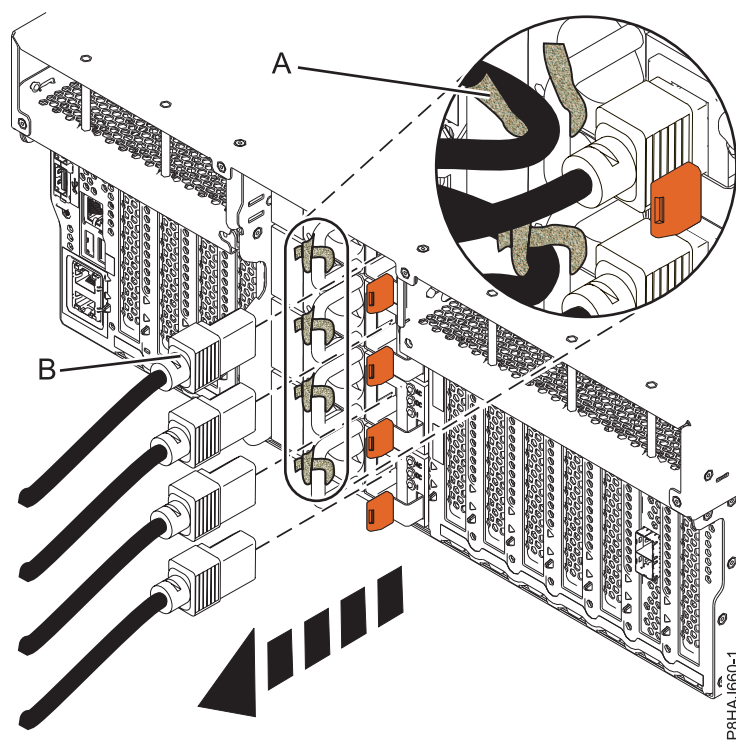
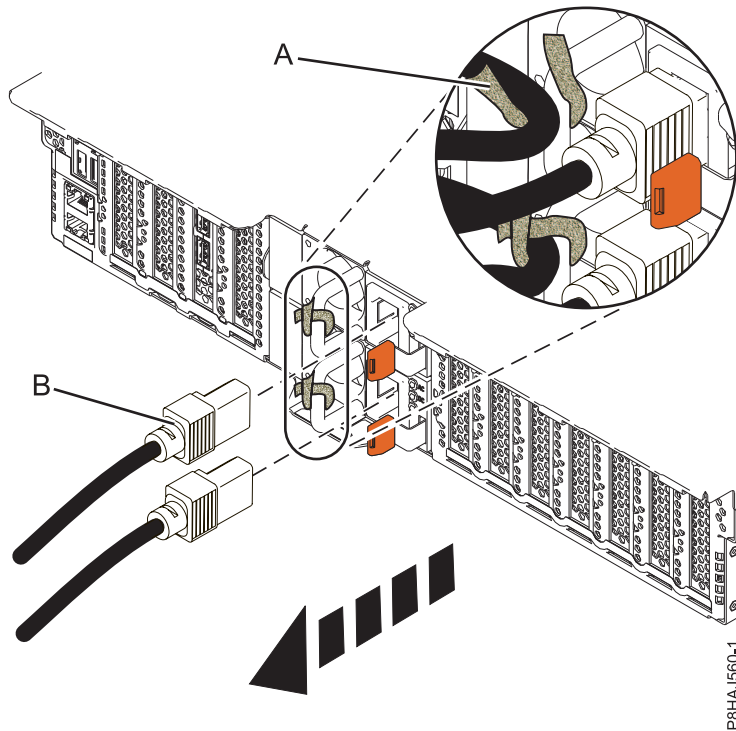
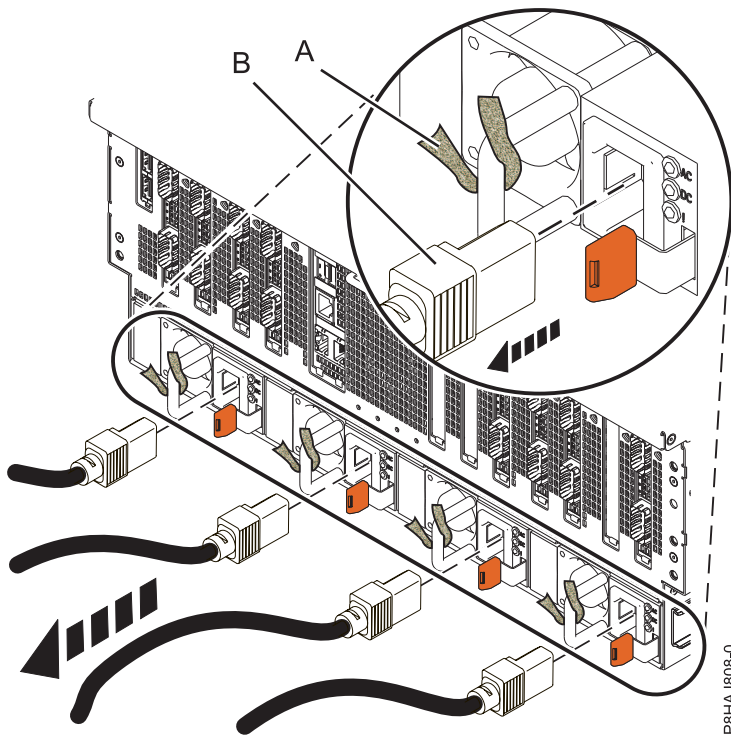

Abbildung 49. Netzkabel abziehen - System vom Typ 8247-42L, 8286-41A oder 8286-42A
Abbildung 50. Netzkabel abziehen - System vom Typ 5148-21L, 5148-22L, 8247-21L, 8247-22L, 8284-21A oder 8284-22A
Abbildung 51. Netzkabel abziehen - System vom Typ 8408-44E oder 8408-E8E
3. Ziehen Sie die Netzkabel (**B**) von der Systemeinheit ab. Siehe Abb. 49 auf Seite 63, Abb. 50 auf Seite 63 oder Abb. 51 auf Seite 64 (je nach Systemtyp).